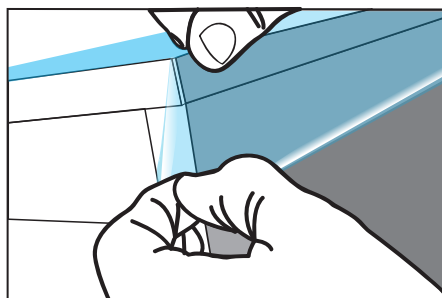

Figure 10
- › Appliquer le film sur la seconde tranche et poser le coin en effectuant un léger chevauchement des deux films. (FIG. 10)